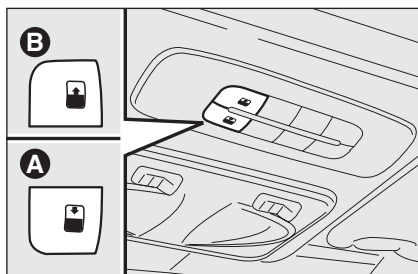
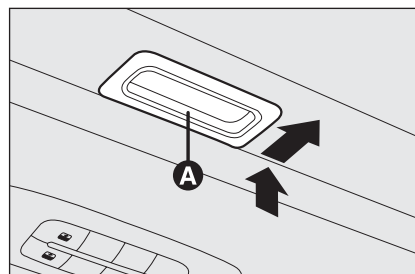

рис. 78
рис. 79
Люк состоит из двух широких панелей (зафиксированной и подвижной), оснащенных солнцезащитными шторками с ручным управлением. Солнцезащитные шторки могут использоваться в положениях "полностью открытые" и "полностью закрытые" (фиксированные промежуточные положения не предусмотрены). Для открывания солнцезащитных шторок используйте рукоятку **А-рис. 79**, отпустите ее, а затем приведите в положение "полностью открытые", как показано стрелками. Для закрытия солнцезащитных шторок выполните эту же процедуру в обратном порядке. Люк работает при повороте ключа зажигания в положение **MAR**. Средства управления **А-В рис. 78** находятся около переднего потолочного светильника на специальной контрольной панели и используются для открывания/закрывания люка.
Нажмите и удерживайте в нажатом состоянии кнопку **В-рис. 78**, передняя панель переместится в положение «спойлера»; снова нажмите кнопку **В-рис. 78** в течение полсекунды для автоматического перемещения люка в положение «полностью открытый»; нажмите кнопку для остановки люка в промежуточном положении.
При нахождении люка в положении «полностью открытый», нажмите кнопку **А-рис. 78** в течение полсекунды для перемещения передней панели в положение «спойлера»; снова нажмите кнопку для остановки люка в промежуточном положении; снова нажмите на кнопку **А-рис. 78** и удерживайте ее в нажатом состоянии до полного закрывания люка.
- нажать на кнопку **А-рис. 79** в закрытом положении;